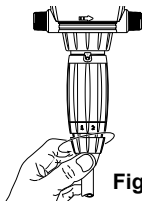

Fig. 15
- Démontez le tuyau d'aspiration de produit (Fig. 15).